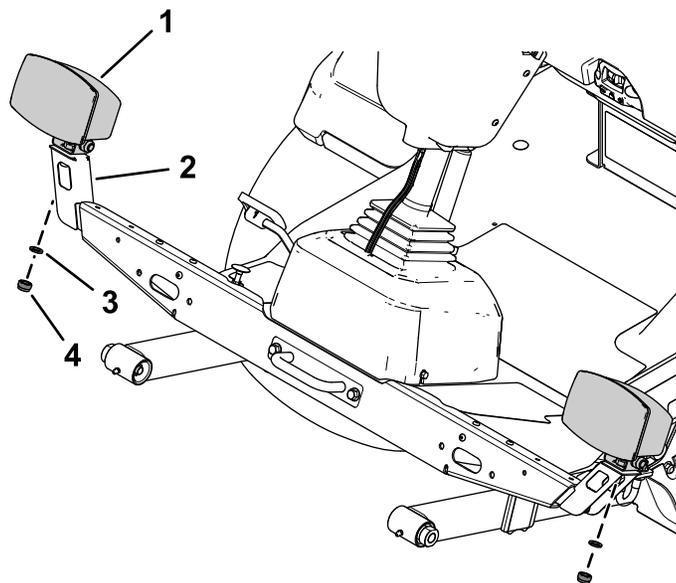

Figura 14
- Fije el conjunto de luz izquierda y el conjunto de luz derecha en el soporte de luz izquierda y el soporte de luz derecha con la arandela de freno y la tuerca hexagonal de los conjuntos de luces (Figura 14).